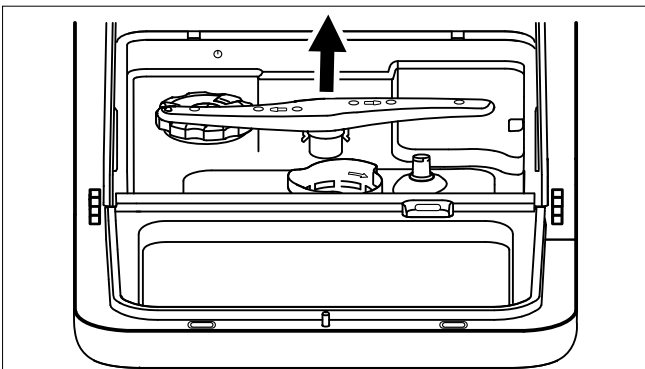

Abb. 25 – Sprüharm herausnehmen
- ▶ Entfernen Sie den Sprüharm (4) im Innern des Gerätes (siehe **Abb. 25**), um ihn zu reinigen. Heben Sie diesen dazu leicht an und entnehmen Sie ihn. Reinigen Sie den Sprüharm unter fließendem Wasser und prüfen Sie, dass die Öffnungen nicht verstopft sind. Setzen Sie ihn danach wieder ein.